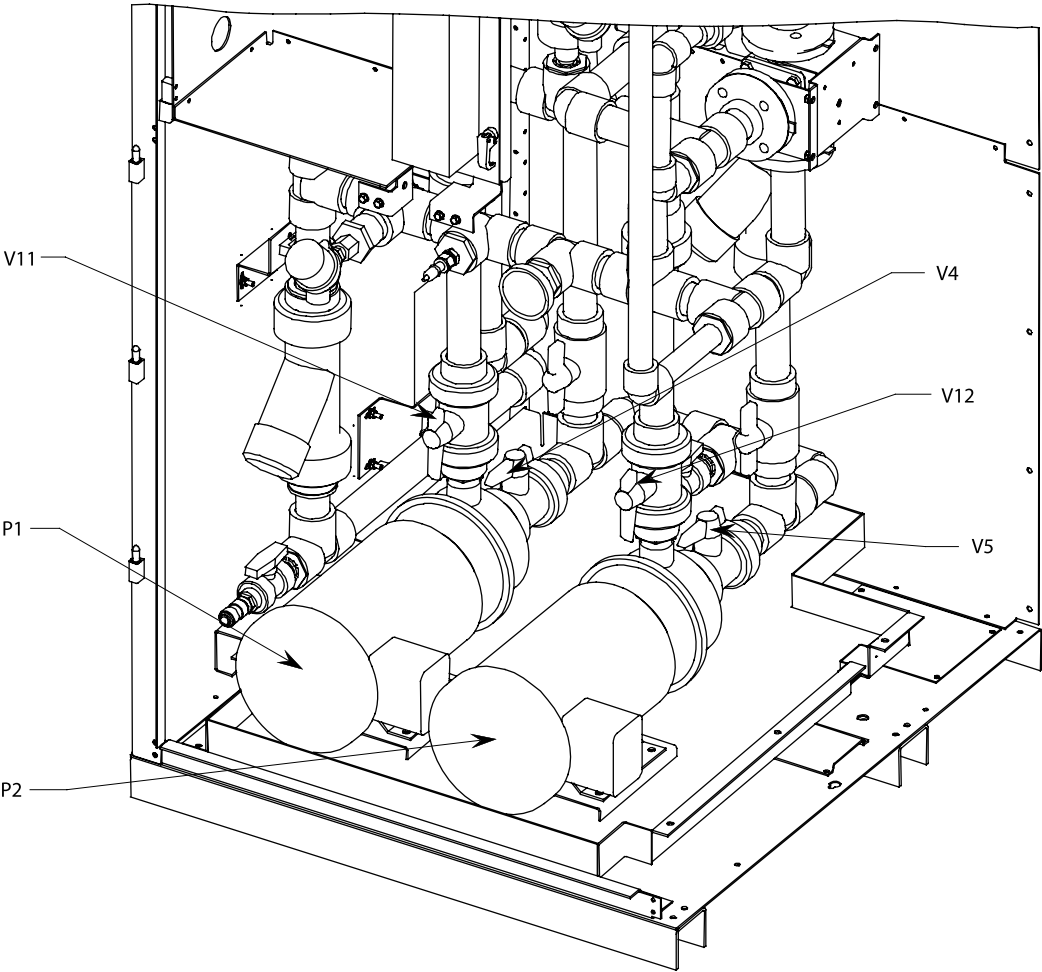

图 5.55 - 排空/填充泵
两个泵(P1 和 P2)用于使冷却液在系统中流动(图 5.55)。其中一个泵为备用泵。控制逻辑控制主泵和辅助泵每八 (8) 小时交替运行。确保泵中始终有冷却液, 否则会损坏泵的密封件。确保泵在填充系统时不会空化(泵入气泡)。